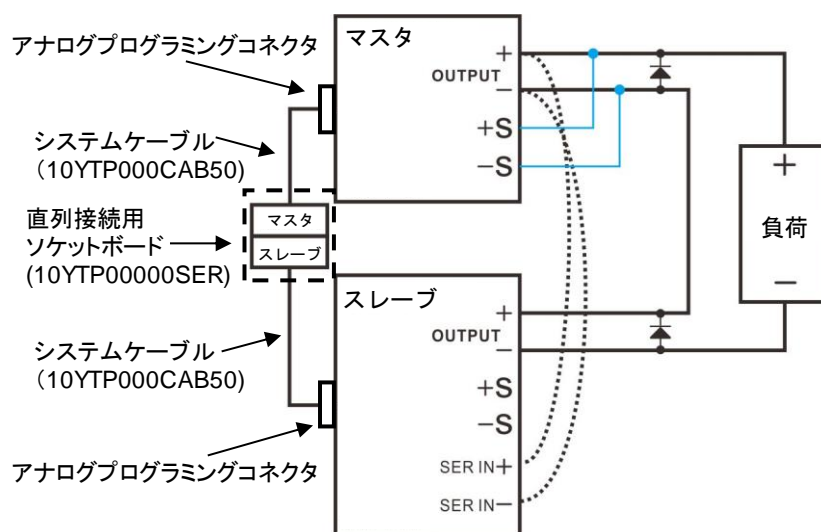
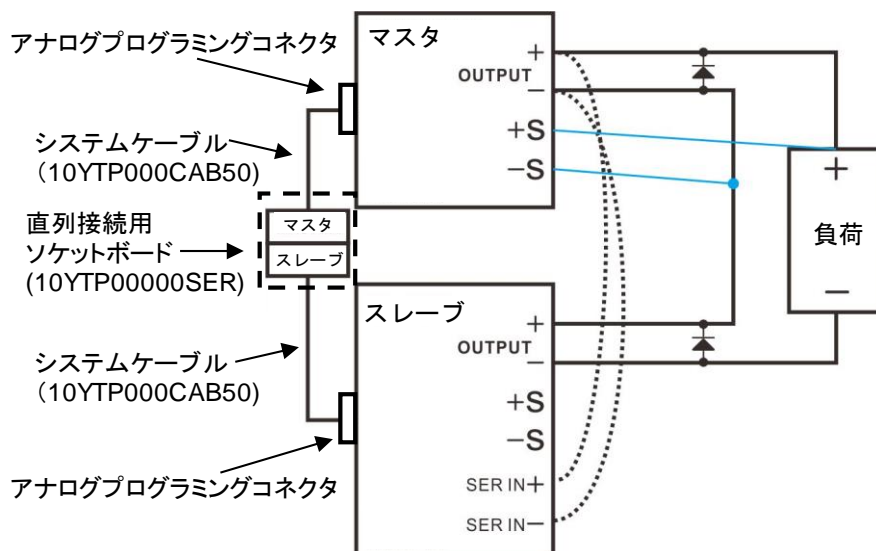

Fig.6-1 直列運転時のローカルセンシング
Fig.6-2 直列運転時のリモートセンシング
- (1) スレーブ機のアナログプログラミング補助端子 SER IN+をマスタ機の OUTPUT+に接続し、SER IN-をマスタ機の OUTPUT-に接続します。
- (2) 「直列接続用ソケットボード」と各機のアナログプログラミングコネクタを「システムケーブル（オプション）」で接続します。
- (3) 「直列接続用ソケットボード」がない場合、下図に基づき各アナログプログラミングコネクタ関連ピンを接続します。
- (4) 配線図（Fig.6-1, Fig.6-2）に基づき出力端子を負荷に接続してください。